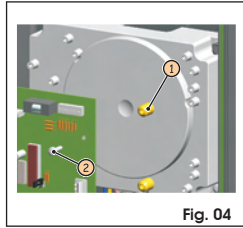

Fig. 04
1. Positionner les entretoises fournies (Fig. 04 réf. ①) sur les colonnettes identifiées par les lettres suivantes: **C-I-O-P-Q-G**.
2. Fixer la carte en utilisant les vis fournies (Fig. 04 réf. ②).